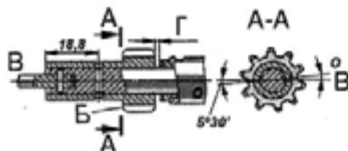

Рис. 4.2.20. Положение шестерни привода на валике:
2. Соединив валик 10 привода с промежуточным валиком-пластиной 3 привода и надев упорную шайбу 7, напрессуйте шестерню на валик, выдержав зазор «Г» (рис. 4.2.20) между упорной шайбой и шестерней привода $0,25^{-0,15}$ мм.